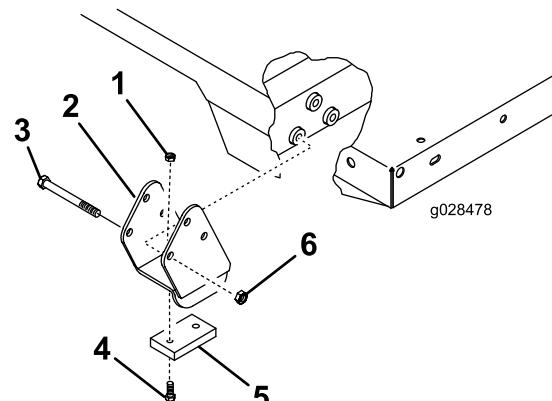

Figure 3
2. Boulon (3/8 x 3-3/4 po) (3)
3. Fixez une cale d'usure sur les supports entretoises gauche et droit au moyen de 2 boulons à tête tronconique et de 2 contre-écrous (Figure 3).
4. Montez sans serrer les supports entretoises sur les profilés gauche et droit du cadre au moyen de 3 boulons de carrosserie (3/8 x 3-3/4 po) et de 3 contre-écrous (3/8 po), comme montré à la Figure 3.
5. Positionnez les supports sur le profilé comme montré à la Figure 3.